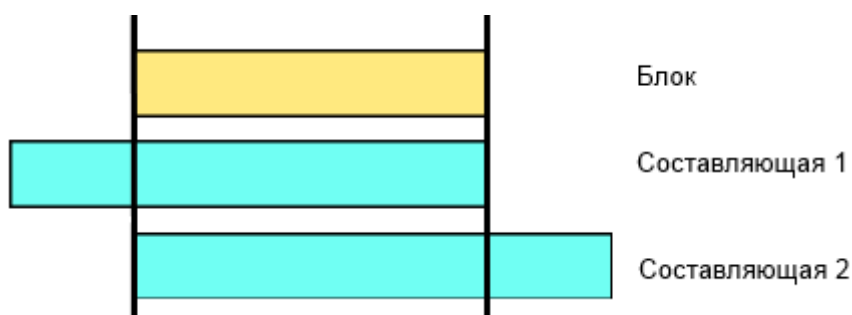

Рисунок 13.108 – Заявки на блок и составляющие, сроки ремонта которых пересекаются со сроком ремонта блока
2) Поданы заявки на блок и составляющие, сроки ремонта которых пересекаются со сроком ремонта блока (Рисунок 13.108), при этом: